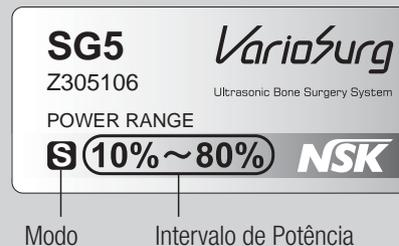

Fig. 21
- Utilize **UNICAMENTE** a ponta no modo e no intervalo de potência indicados no rótulo. Se utilizar uma ponta fora do intervalo de potência, pode parti-la ou danificar a superfície do dente ou os tecidos moles (Fig. 21).